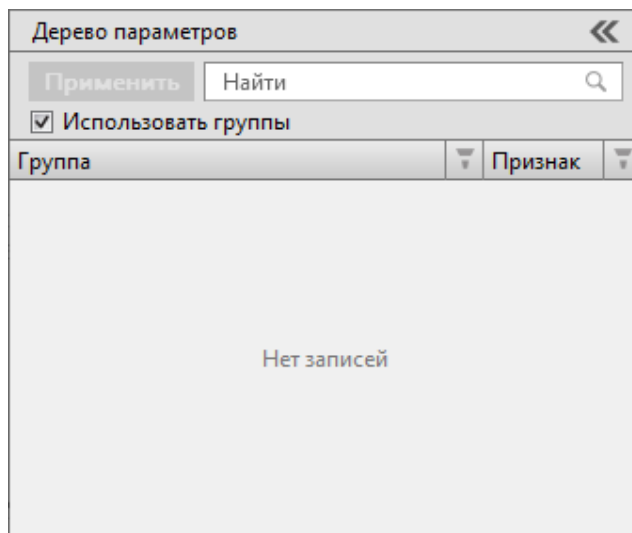

Рисунок 21 - Использовать группы
1. Отметьте чекбокс **Использовать группы**. Отобразится область использования групп сигналов (Рисунок 21).